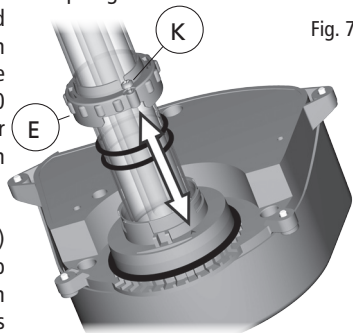
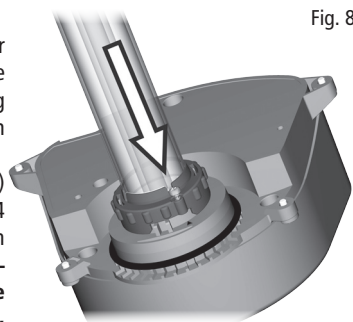
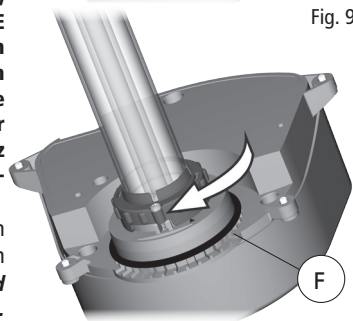

Fig. 7
Fig. 8
Fig. 9
- Nun können Sie, wenn nötig, die Quarzröhre (C) reinigen. **Für die Reinigung der Quarzröhre benutzen Sie einfach einen feuchten, weichen Lappen, um Kalk und Ablagerungen zu entfernen. Gegen hartnäckigen Schmutz können Sie auch ein wenig Essig benutzen. Benutzen Sie keinerlei Reinigungsmittel oder andere chemische Reiniger. Wenn es nicht nötig ist, die UV-C-Lampe zu wechseln, gehen Sie jetzt weiter zu Punkt 10.**
- Um an die UV-C-Lampe (B) heranzukommen, entfernen Sie die Quarzröhre (C), indem Sie zuerst die 2 Schrauben (K) des Rückhalterings (E), die ihn an dem UV-C Kopf befestigen, mit ungefähr 3 Umdrehungen lösen. Danach drehen Sie den Rückhaltering um ungefähr 30° gegen den Uhrzeigersinn, bis die Schraube in einer Linie mit dem Pfeil auf dem UV-C-Kopf ausgerichtet ist. Ziehen Sie dann, um ihn abzunehmen. **Wichtig:** Der Rückhaltering ist mit Sicherheitsschrauben ausgerüstet. Aus diesem Grund müssen Sie die Schrauben nicht vollständig abdrehen. Drehen Sie die Schrauben so weit, bis der Rückhaltering so locker sitzt, dass er gedreht und abgenommen werden kann. Ziehen Sie die Quarzröhre inklusive der O-Ringe heraus, indem Sie sie leicht drehen.
- Sobald die Quarzröhre entfernt ist, ziehen Sie die UV-C-Lampe (B) aus der Lampenfassung (wenn es sich nicht um die erste Inbetriebnahme handelt) und erneuern Sie sie. **WARNUNG: VERSUCHEN SIE NICHT DIE LAMPE ZU ÜBERPRÜFEN, WENN SIE ERLEUCHTET IST!** Bei direkter Einwirkung von ultraviolettem Licht können Augen und Haut verletzt werden. Überprüfen Sie die UV-C Lampe nicht, bevor der Filter nicht vollständig aufgebaut ist. **WICHTIG** – Use original Laguna spare parts only. Refer to the Spare Parts List for correct part number identification.
- Setzen Sie die Quarzröhre (C) und die **zwei** O-Ringe (D) wieder an ihre ursprüngliche Position. Es ist empfehlenswert, die O-Ringe mit einem geeigneten Schmiermittel einzufetten. **WICHTIG:** Der Lampendämpfer (Y) im Inneren der Quarzröhre muss zwischen der Lampe und dem Boden der Quarzröhre sitzen. Entfernen Sie ihn nicht. **WICHTIG: Die beiden O-Ringe (D) der Quarzröhre (C) müssen jedes Mal erneuert werden, wenn die Einheit geöffnet wird.**
- Setzen Sie den Rückhaltering (E) an seine ursprüngliche Position. Richten Sie die Schraube zu dem Pfeil aus und drücken Sie den Rückhaltering in Richtung des UV-C-Kopfes. Drehen Sie den Rückhaltering dann um ungefähr 30 Grad im Uhrzeigersinn in die Richtung der Sicherheitsschraube (K) und ziehen Sie ihn mit den Sicherheitsschrauben fest. (Abb. 7 - Abb. 8 - Abb. 9).